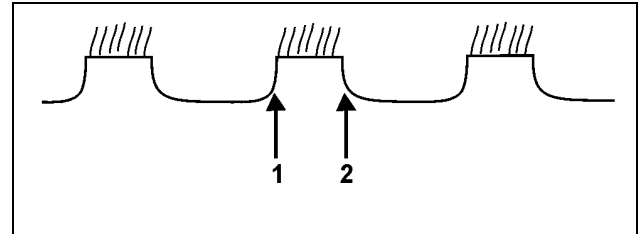

Fig. 32
- 1. tallerkenrække indstilles mod højre og kontrolleres på ny (Fig. 32):